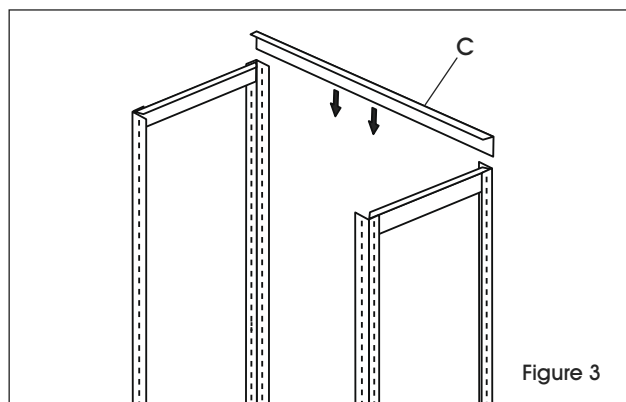

Figure 3
3. Reliez le haut des deux ensembles de montants verticaux en insérant un support avant/arrière (C). (Voir Figure 3)